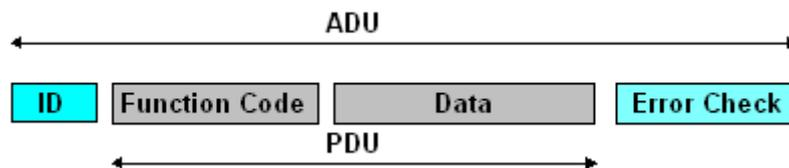

Abbildung 2: Protokollrahmen
Die Application Data Unit (ADU) enthält als zusätzliche Information die Teilnehmeradresse (ID), die den Master- und Multi-Slave-Betrieb ermöglicht sowie als Checksumme einen sogenannten Prüfbeiwert über die zu sendenden Zeichen. Die Adresse und der Prüfbeiwert werden der Zeichenkette wie in der Abbildung 2 vorangestellt bzw. angehängt und mit übertragen.